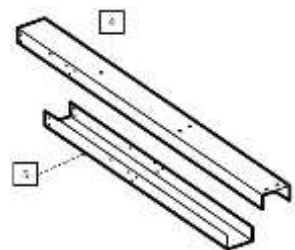

fig. 3
A) Coloque el perfil U corto (5) , con los lados abiertos hacia arriba, a continuación deslice el perfil U largo (4) encima del perfil corto, con los lados abiertos hacia abajo, a fin de formar una caja, asegúrese que los orificios de ambos perfiles están igualados, pero no los atornille, fig. 3.